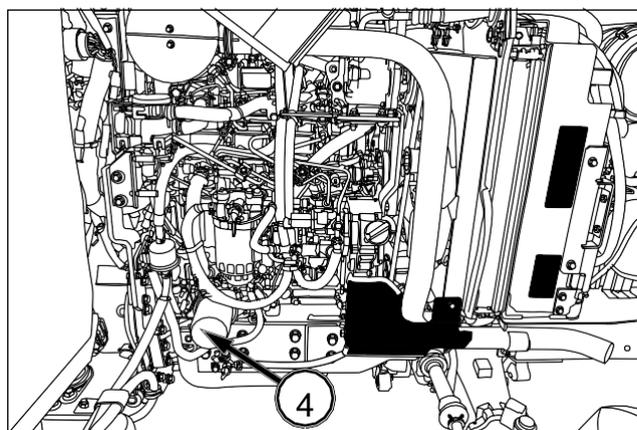

FIG. 195
FIG. 195: Para cambiar el filtro del aceite de motor - Retire el filtro de aceite del motor (4) y deseche del antiguo filtro en un lugar de recogida adecuado. Asegúrese de retirar la junta original del filtro.